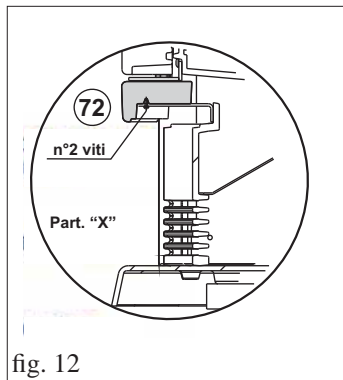

fig. 12
- Posizionare il frontalino (72) e fissarlo con le 2 viti M6x12 (utilizzando chiave a brugola) come indicato nel particolare "X" a fig. 12.